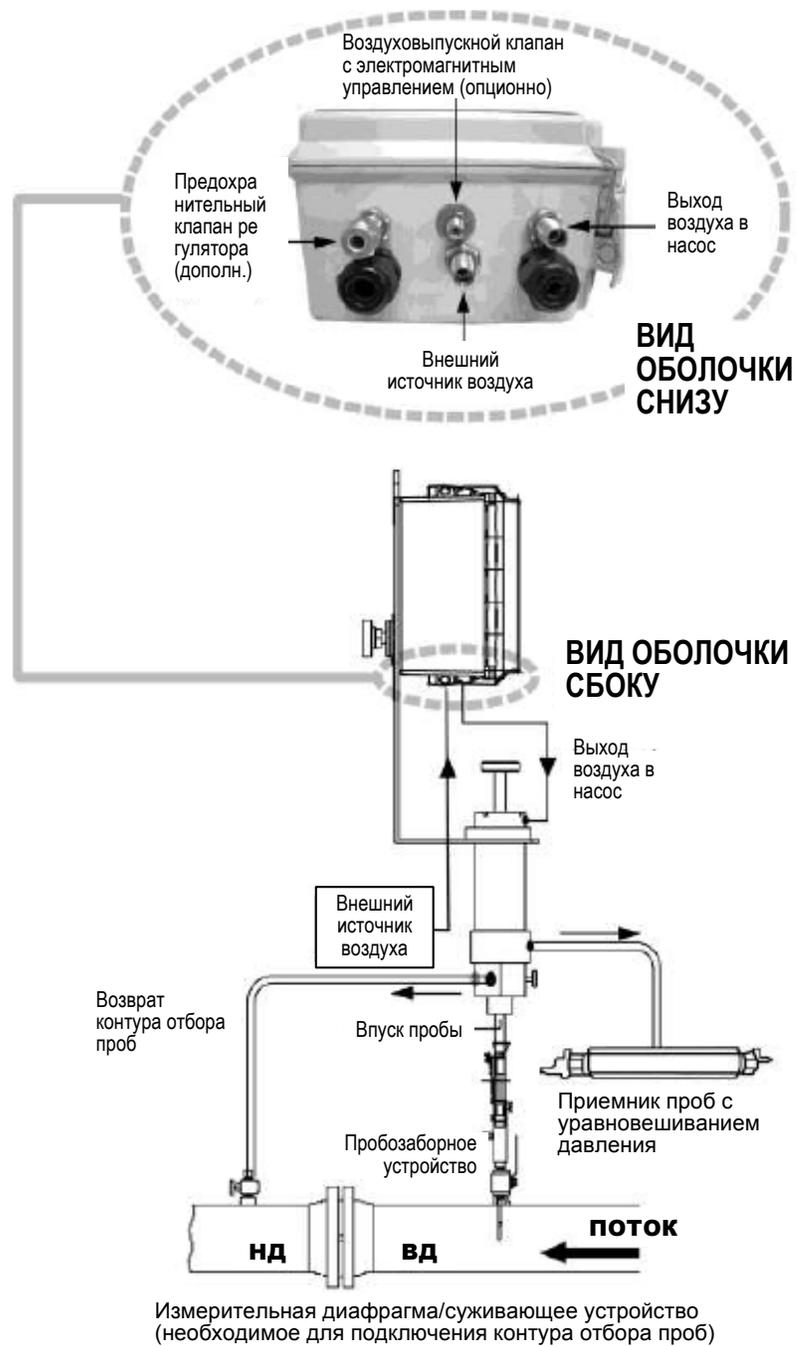

Рисунок 2.5—Установка для отбора проб с непосредственным креплением на линии, показана с дополнительными подключениями к контуру отбора проб
4. Если будет использоваться контур отбора проб, соедините фитинг линии обратной закачки на стороне манифольда продувочного клапана со стороной низкого давления фитинга диафрагмы на трубопроводе. См. Рисунок 2.5, страница 15.